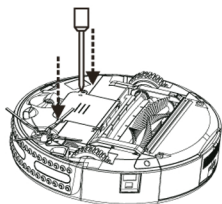

Рис. 1
1. Открутите шуруп отверткой, откройте крышку и вытащите батарею. (См. рис. 1 и 2)